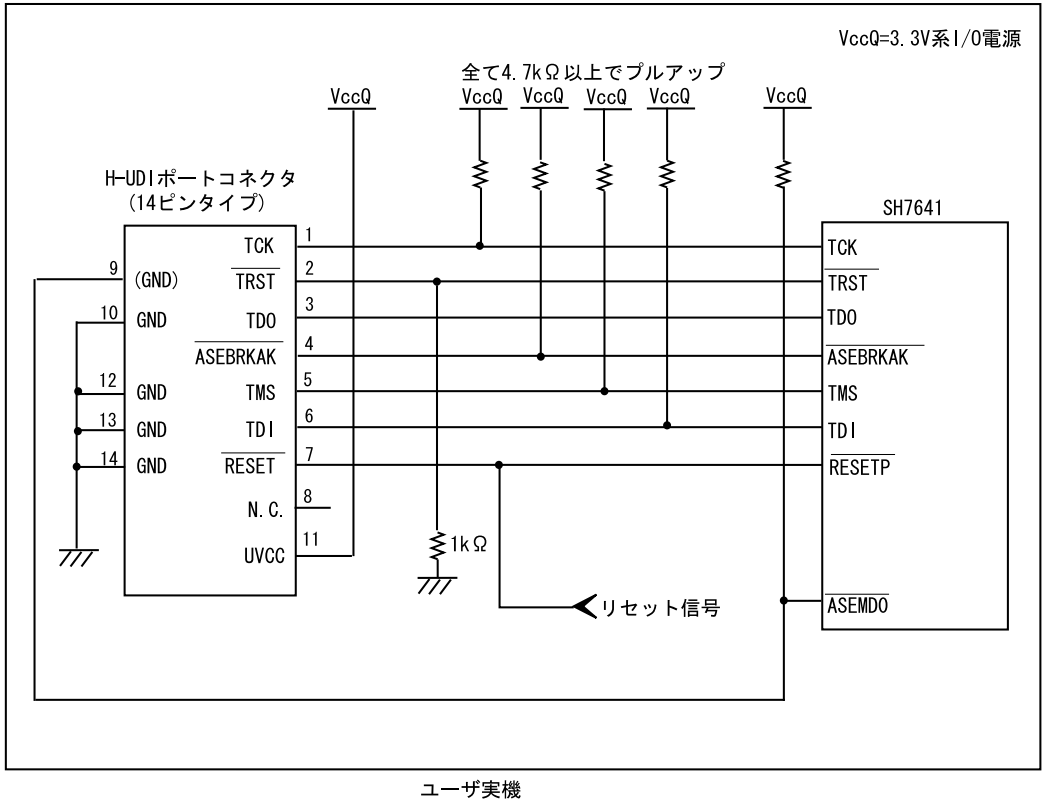

図 1.5 E10A-USB 使用時の H-UDI ポートコネクタ - チップ間の推奨接続例 (14ピンタイプ UVCC 接続時)
- 図 1.5 推奨接続例で回路を組んだ場合の E10A-USB エミュレータのスイッチ設定：SW2=1, SW3=1 スイッチ設定の詳細は、「SuperH™ファミリ用 E10A-USB エミュレータユーザーズマニュアル デバッガ編 3.8 章 DIP スイッチの設定」を参照してください。